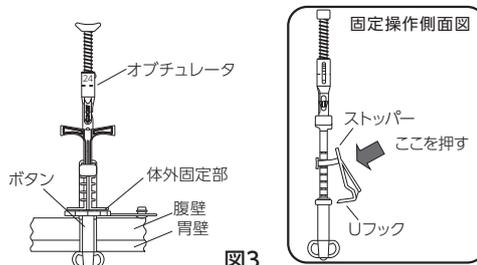

図 3
2. 留置されているボタンのキャップを開け、ボタンの内腔にオブチュレータを挿入する。オブチュレータのストッパーをスライドさせ、Uフックでボタンの体外固定部とオブチュレータを固定する。(図3)